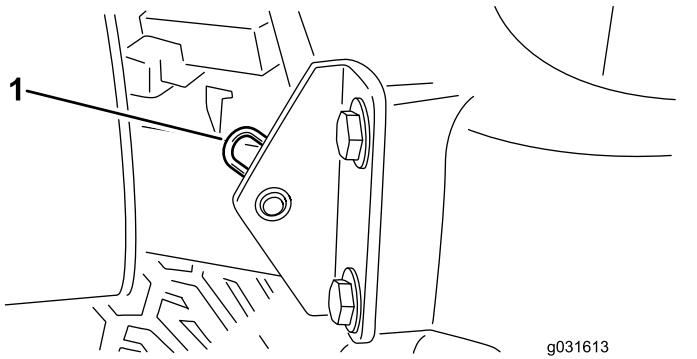

Figura 63
2. Tire o perno de gancho que fixa a articulação do capot aos suportes de montagem (Figura 63).